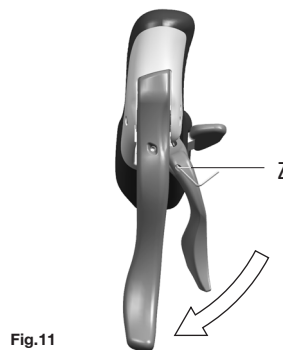
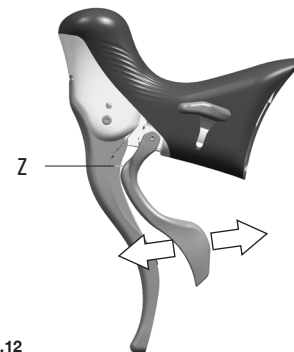

Fig.11
Fig.12
La position du levier externe, plus ou moins proche du levier de frein, peut être réglée au moyen de la vis sans tête présente dans le trou Z (Fig.11 / Fig. 12). La position correcte du levier externe doit permettre au levier d'effleurer le caoutchouc présent sur le levier de frein sans le toucher.
• Tourner la clé Allen dans le sens des aiguilles d'une montre (Fig.11) pour éloigner le levier du levier de frein (Fig.12), ou dans le sens inverse pour rapprocher le levier.